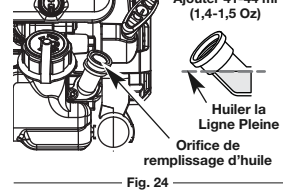
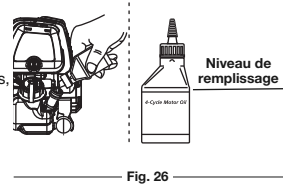

Fig. 24
Fig. 26
5. Contrôlez le niveau d'huile. Le niveau d'huile devrait se situer juste en dessous du filetage du trou d'alimentation en huile. (Fig. 24)
6. Si le niveau d'huile est trop bas, ajoutez un petit peu d'huile et contrôlez à nouveau (Fig. 26). Répétez cette procédure jusqu'à ce que le niveau d'huile se trouve juste en dessous du filetage du trou d'alimentation en huile.
REMARQUE: Mesurez la quantité nécessaire à l'aide de la bouteille et de la buse utilisées lors de la mise en service. 90 ml (3,04 oz) correspond environ au haut de l'étiquette de la bouteille (Fig. 26). Vérifiez le niveau d'huile avec la jauge (Fig. 24). S'il est trop bas, ajoutez un peu d'huile par l'orifice et revérifiez. Ne remplissez pas trop (Fig. 26).